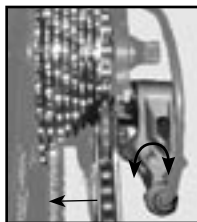

Figure 3.28 - La vis de fin de course extérieure affecte le grand braquet
4. S'ils ne sont pas alignés, tournez la vis de réglage de grand braquet (généralement indiqué par « H », figure 3.28), jusqu'à ce que cette ligne soit établie.